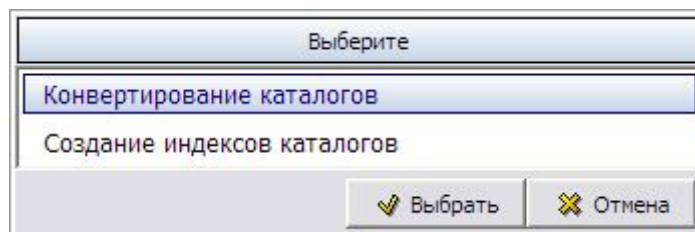

Рис. 4.75
3. В открывшемся окне **Выберите** выделите пункт «Конвертирование каталогов» щелчком левой кнопкой мыши. После этого станет доступна кнопка  (Рис. 4.75).